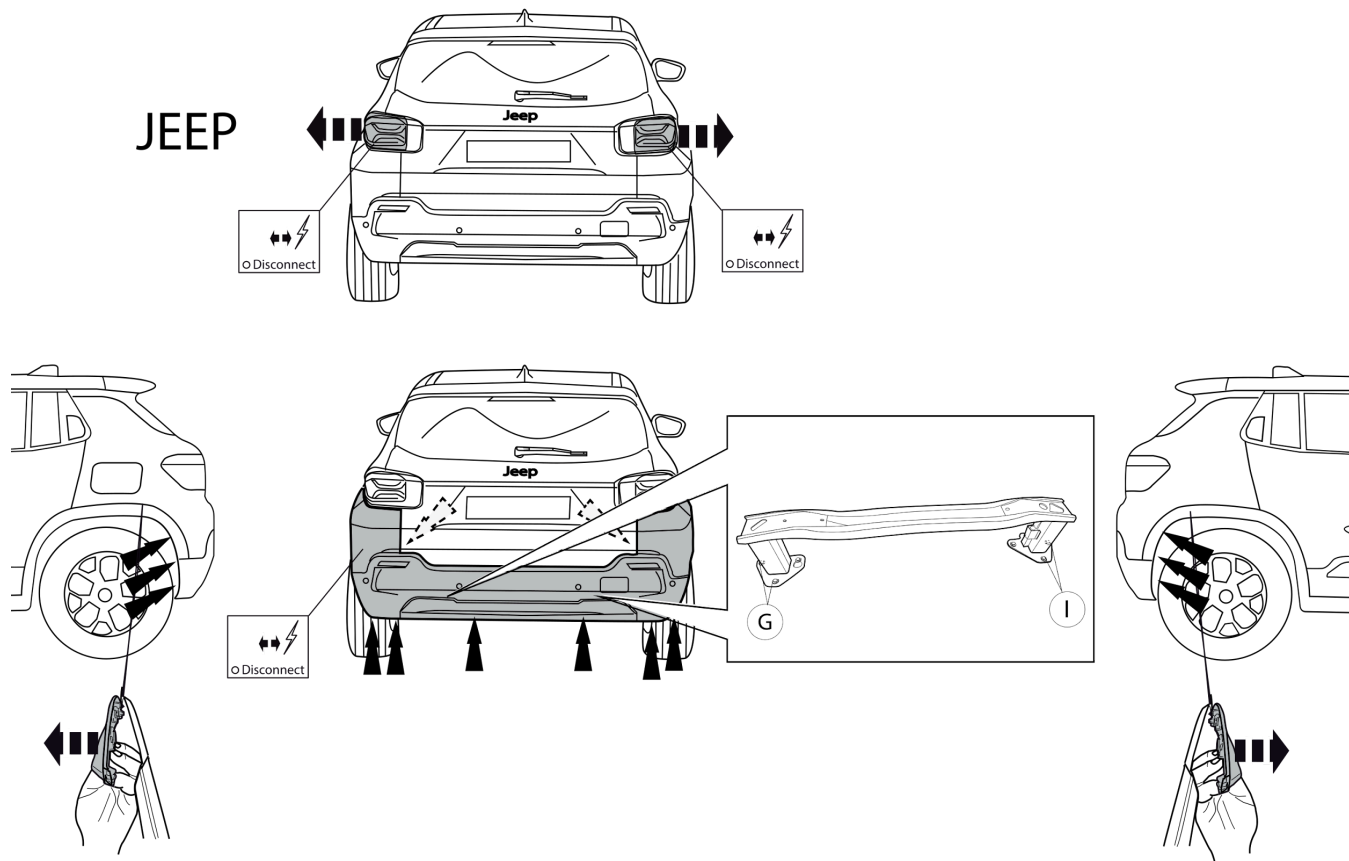

Fig. 1
1. Снять бампер. См. рисунок 1,2,3,4,5,6.
4. По мере необходимости, удалить наклейки на местах крепления. См. рисунок 1.